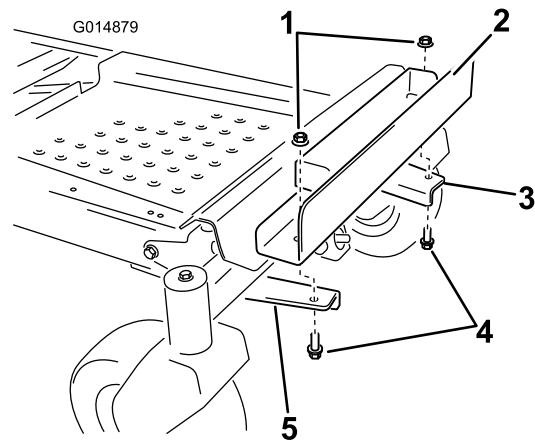

Figure 8
6. Montez le support de masse sur les supports de fixation en alignant les trous extérieurs du support sur les supports de fixation montés précédemment (Figure 8).
7. Fixez le support de masse au moyen de 2 boulons ($\frac{3}{8}$ " x 1") et 2 contre-écrous ($\frac{3}{8}$ "") (Figure 8).